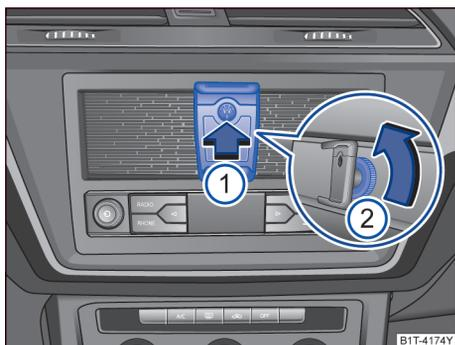

图 196 拆卸和安装手机支架
拆卸手机支架：握紧手机支架后的圆盘状旋钮，逆时针旋转→图 196 ②。
安装手机支架：将手机支架后部的固定销插入中控台上的 VW 圆形底座内，直至听到锁止声→图 196 ①。